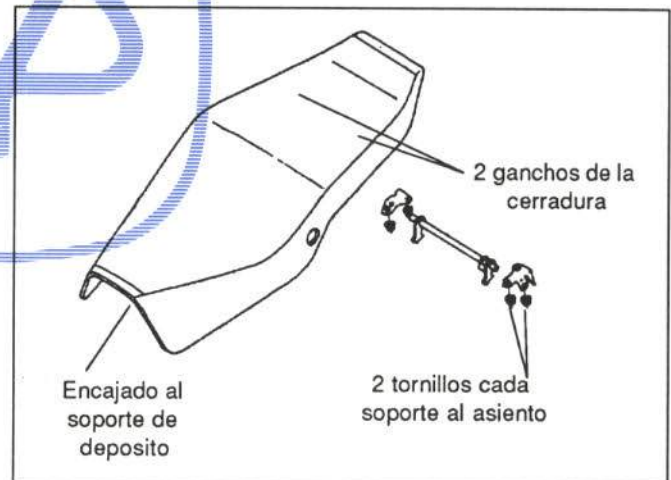

Figura 22.- Fijación del asiento
En la figura 22 se muestra su fijación.
- Asiento (figura 22)